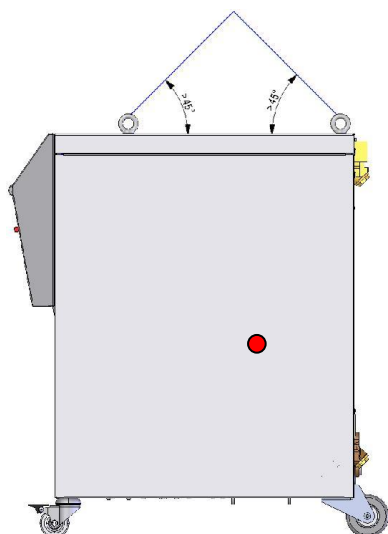

Fig. 7: Punti di ancoraggio
1. Ancorare le funi e le cinghie così come da Fig. 7.
2. Accertarsi che l'apparecchio sia diritto, rispettare il baricentro eccentrico (→ ● Fig. 7).